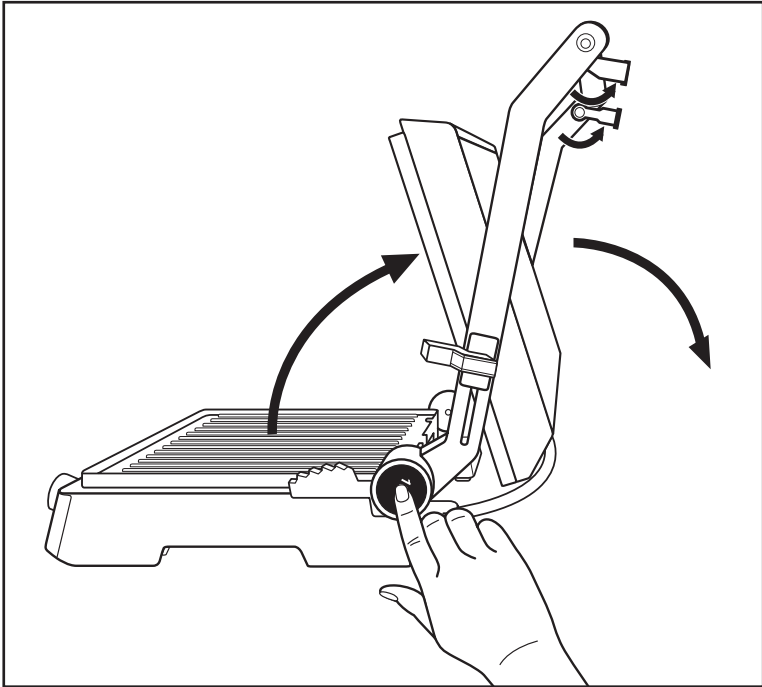

Fig. 1
- 1) Klap de to støttefødder ❶ ud (fig. 1).
- 2) Tryk på oplåsingsknappen 180° ❸ (fig. 1) og åbn produktets låg helt, så begge varmeplader ❷ kan bruges som bordgrill.